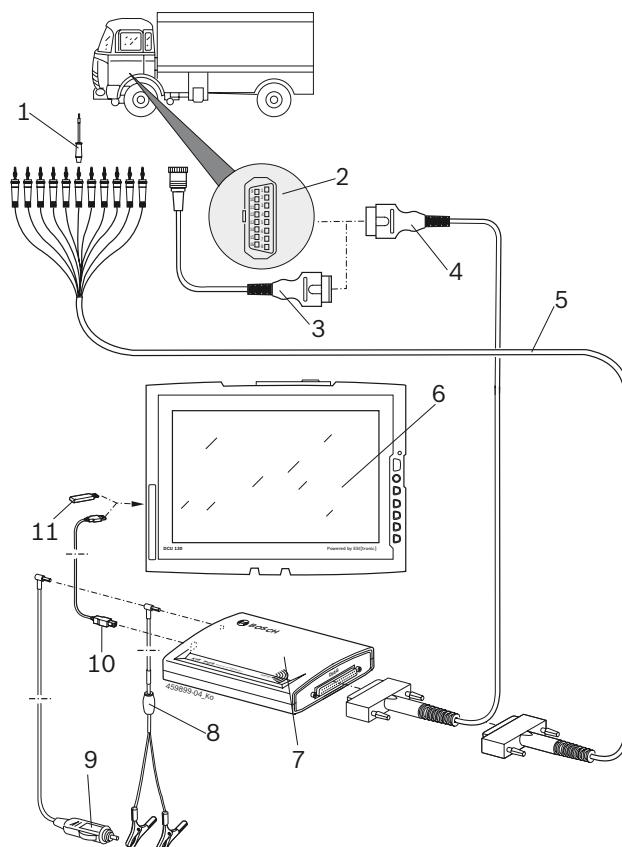

Abb. 3: Esquema de ligações KTS Truck
- Cabo de diagnóstico OBD (fig. 3, pos. 4)
- Cabo de diagnose OBD e adicionalmente através de um cabo adaptador específico do veículo (fig.3, pos. 3) (acessório especial)
- Cabo adaptador universal (fig. 3, pos. 5).